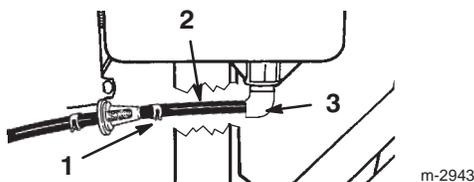

Figure 5
- Enlevez le bouchon rouge à l'extrémité de la conduite d'alimentation et du raccord coudé sur le réservoir de carburant (Fig. 5).
- Raccordez l'extrémité de la conduite d'alimentation au raccord coudé (Fig. 5).
- Fixez la conduite en position à l'aide du collier (Fig. 5).